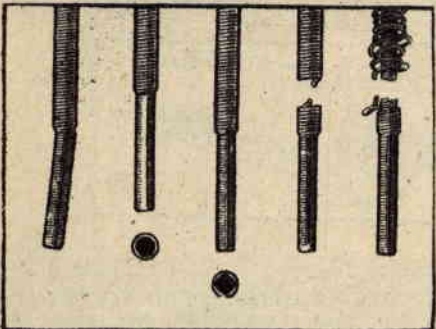

Fig. 12
**Fig. 12 - ANORMALITA' DELL'ALBERO FLESSIBILE.** Esaminate le estremità dell'albero flessibile al fine di accertare che le stesse non risultino logorate o presentino altri inconvenienti. A figura vengono esemplificati i più comuni di detti inconvenienti.